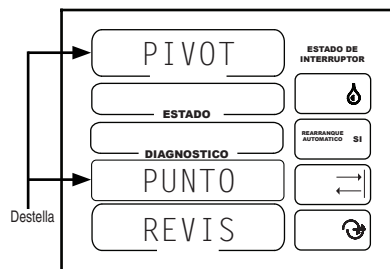

Figura 60-1
1. PUNTO PIVOT debe estar destellando. Vea la Figura 60-1.